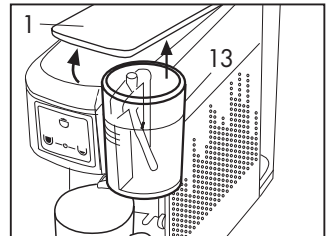
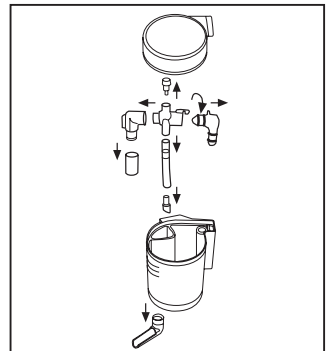
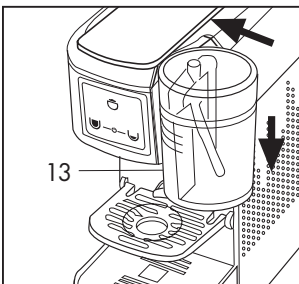
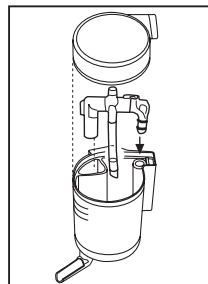

Abb. 16
Abb. 17
Abb. 19
Abb. 18
- Wenn die Kaffeeabgabe beginnt, drücken Sie innerhalb von 1 Sekunde die Taste (C)  und halten Sie sie gedrückt bis die gewünschte Menge erreicht worden ist. Lassen Sie dann die Taste (C) los. Das Gerät speichert die Zeit für die nachfolgenden Zubereitungen.
Nach jeder Milchabgabe, drücken Sie den Hebel (1) nach oben, nehmen Sie den Becher (13) heraus, leeren Sie ihn und spülen Sie ihn gründlich aus. **(Abb. 16)** Sie können den Becher zerlegen und in der Geschirrspülmaschine waschen. **(Abb. 17)** Nachdem Sie ihn gereinigt haben, schließen Sie die Verbindungen und den Trichter richtig an und setzen Sie die Becherteile richtig in ihre Sitze ein. **(Abb. 18)** Setzen Sie den Becher (13) in seinen Sitz bis zum Anschlag in das Gerät ein. **(Abb. 19)**